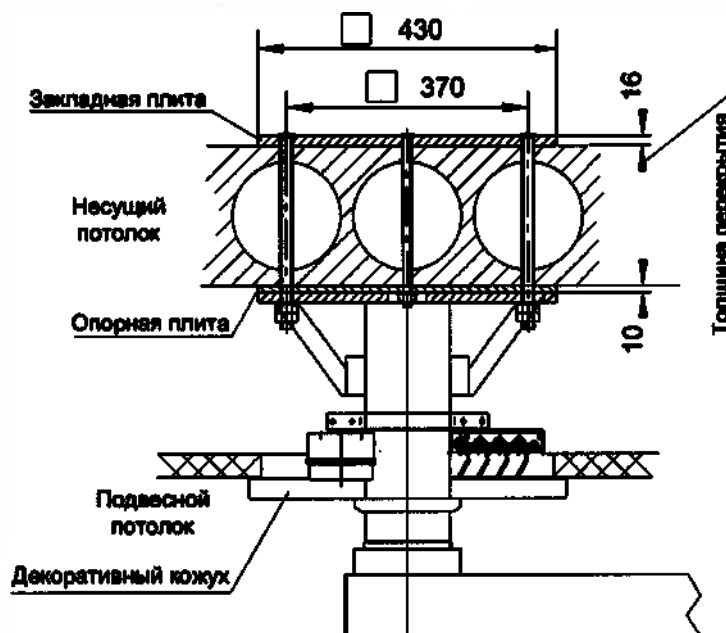

Рис. 8 Типовой вид крепления потолочных консолей
6.1. Основание консоли крепится к потолочному перекрытию помещения с помощью комплекта закладных крепежных деталей (см. табл.2). Согласно Рис. 8. На основании консоли также установлено (см. Рис. 2 и Рис. 3):
7.1. Местоположение крепления к потолочному перекрытию определяется проектом в соответствии с планировкой помещения. При выборе расположения отверстий в перекрытии необходимо учесть, что возможные направления оси симметрии угла поворота горизонтального плеча всегда проходят по центру квадрата расположения крепежных отверстий перпендикулярно сторонам квадрата. При креплении несущей конструкции консоли к потолочному перекрытию в конкретном помещении необходимо обратить внимание на указатель (наклейку) **центрального положения горизонтальных плеч**, который расположен на основании несущей потолочной трубы (см. Рис. 2). Поворотное горизонтальное плечо поворачивается относительно указанной оси (линии) на $\pm 165^\circ$. Для установки консоли в перекрытии просверливается 4 отверстия $\varnothing 28$ с расстоянием центров 370 мм (квадрат) и 1 отверстие в центре квадрата $\varnothing 18$. В просверленные отверстия вставляется закладная со шпильками, со стороны крепления консоли надевается опорная плита и закрепляется на центральной шпильке ($\varnothing 12$ мм). К остальным шпилькам ($\varnothing 18$ мм) крепится основание консоли. Типовой вид крепления приведен на (Рис. 8)